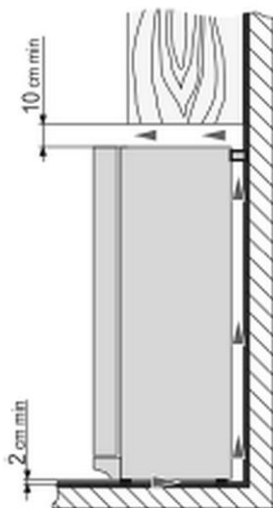

Fig. 3
- Assurer une distance d'au moins 10 cm entre la partie supérieure de l'appareil et les objets se trouvant au dessus (p.ex. les placards) (fig. 3).